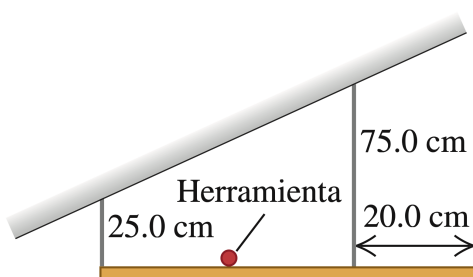

Figura 15: Figura de referencia.
13. Una repisa uniforme de 60 cm y 50 N se sostiene horizontalmente mediante dos alambres verticales sujetos al techo en pendiente (figura 15). Una herramienta muy pequeña de 25 N se coloca en la repisa en medio de los puntos donde se le unen los alambres. Calcula la tensión en cada alambre. Comienza dibujando un diagrama de cuerpo libre para la repisa.